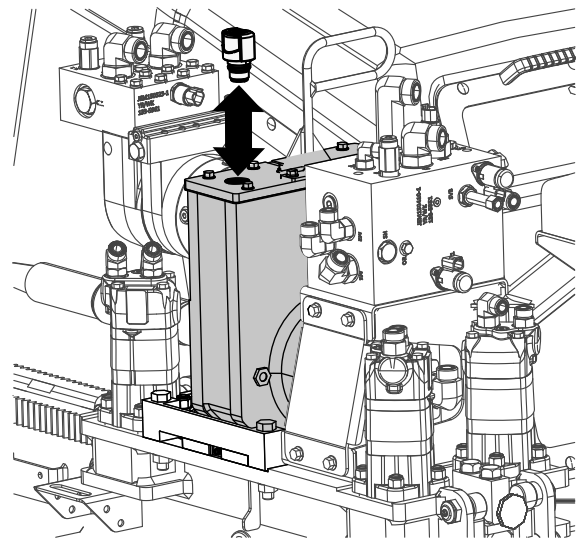

Bild 102
5. Entfernen Sie den Entlüfterdeckel (**Bild 102**).
7. Setzen Sie den Entlüfterdeckel ein (**Bild 102**).